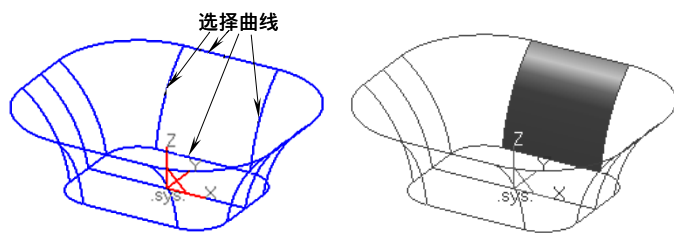

图 6-63 创建边界面 1
- 2) 选择下拉菜单“造型”→“曲面生成”→“边界面”命令，或者单击“曲面生成栏”工具栏上的“边界面”按钮, 在立即菜单中选择四边面，拾取如图 6-63 所示的空间曲线，
完成操作，如图 6-63 所示。